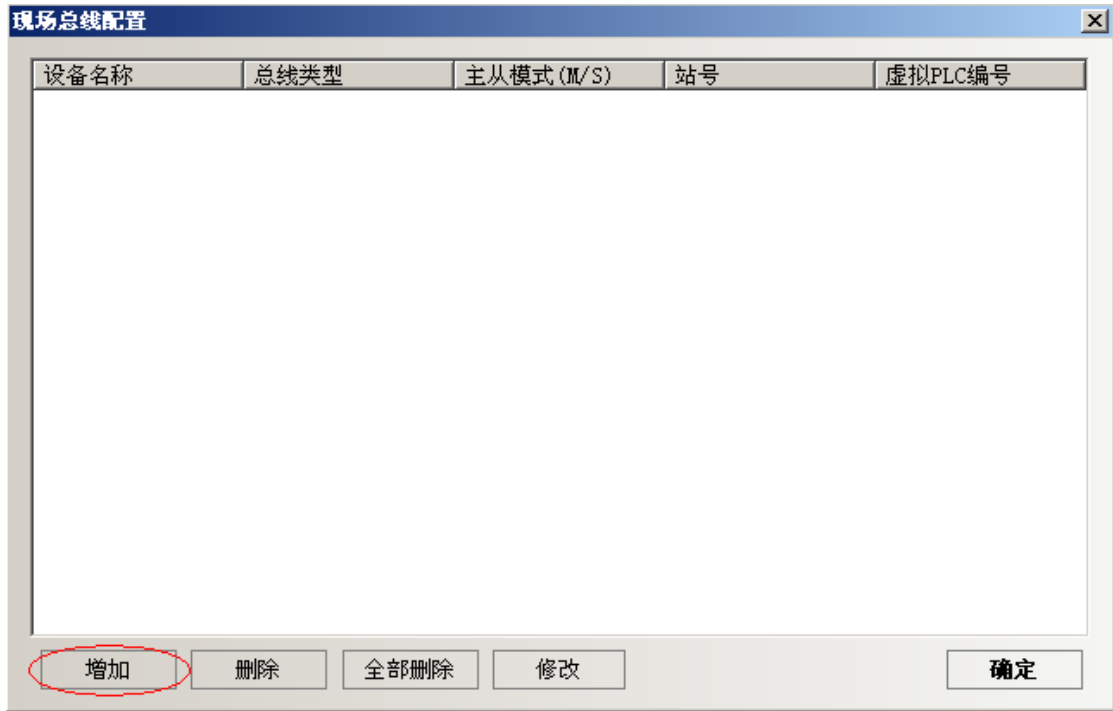

图 4
2. 点击“现场总线配置”，进入现场总线配置对话框，点击“增加”选择使用何种协议，如图 4